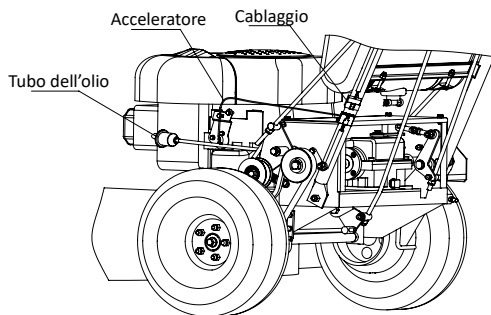

FIG. 5
- Il cavo dell'acceleratore deve essere collegato al motore secondo il manuale dell'operatore del motore. La linea del serbatoio del carburante si collega alla linea del motore. (Le posizioni del filtro del carburante e dell'attacco del cavo dell'acceleratore sono un po' diverse sui diversi modelli di motori). Vedere la FIG 5